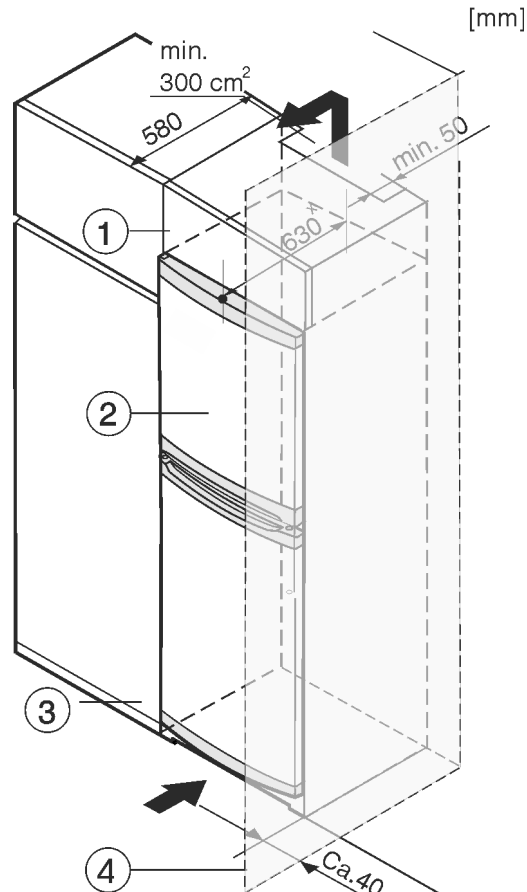

Fig. 8
- (1) Nadstavná skrinka
- (2) Zariadenie
- (3) Kuchynská skriňa
- (4) Stena
Zariadenie môže byť zabudované medzi kuchynskými skriňami. Aby sa zariadenie Fig. 8 (2) prispôbilo výške kuchynskej linky, môže sa nad zariadením umiestniť nadstavná skrinka Fig. 8 (1).
Pri vstavaní s kuchynskými skriňami (hĺbka max. 580 mm) je možné zariadenie inštalovať priamo vedľa kuchynskej skrine Fig. 8 (3). Zariadenie vyčnieva nabok 34 mm * a v strede zariadenia 50 mm * oproti prednej časti kuchynskej skrine.
Ak je zariadenie umiestnené so zavesením vedľa steny Fig. 8 (4), musí vzdialenosť medzi zariadením a stenou činiť minimálne 40 mm. To zodpovedá presahu držadla pri otvorených dverách.